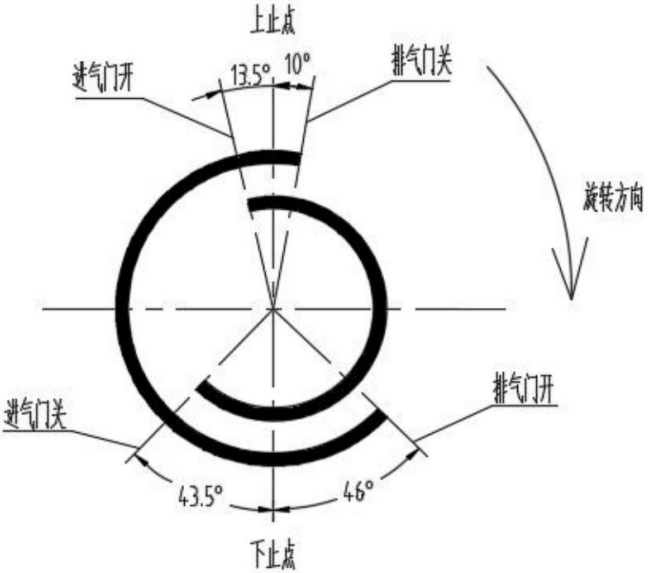

Figure 1. Calage des soupapes (angle du vilebrequin)
12. Illustration et explication du panneau de sécurité Figure 1 Ne pas